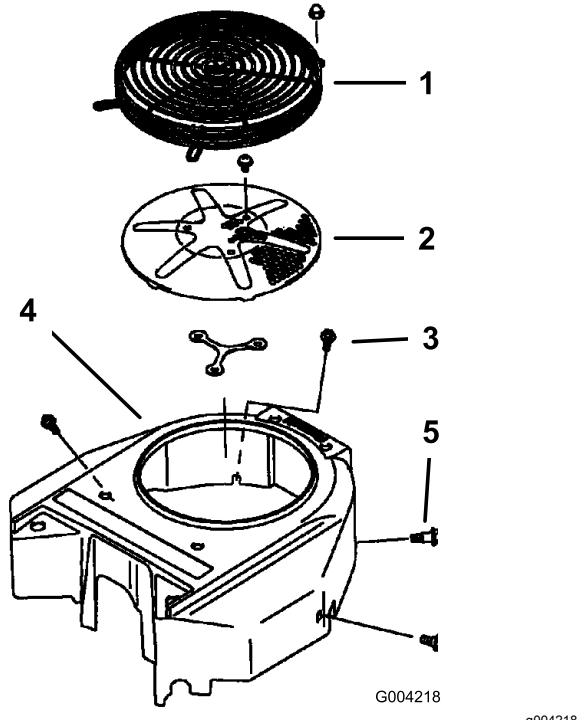

Figure 69
3. Retirez la grille d'entrée d'air, le lanceur et le carter du ventilateur (Figure 69).
5. Reposez la grille d'entrée d'air, le lanceur et le carter du ventilateur (Figure 69).